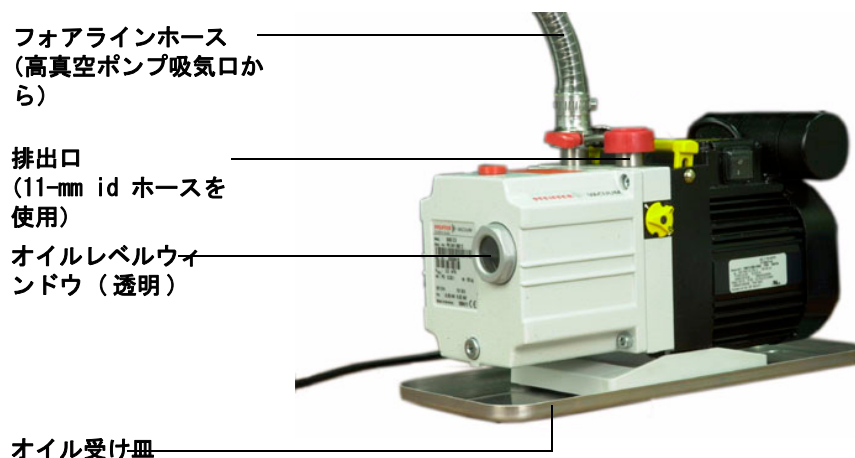

図 5 真空システムの準備
- 4 図 5 のように、フォアラインポンプの下にオイル受け皿を置きます。